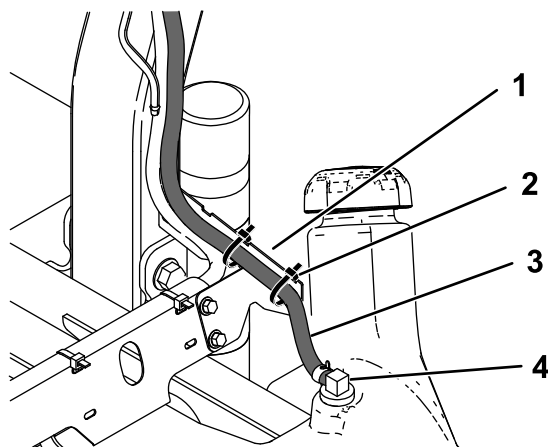
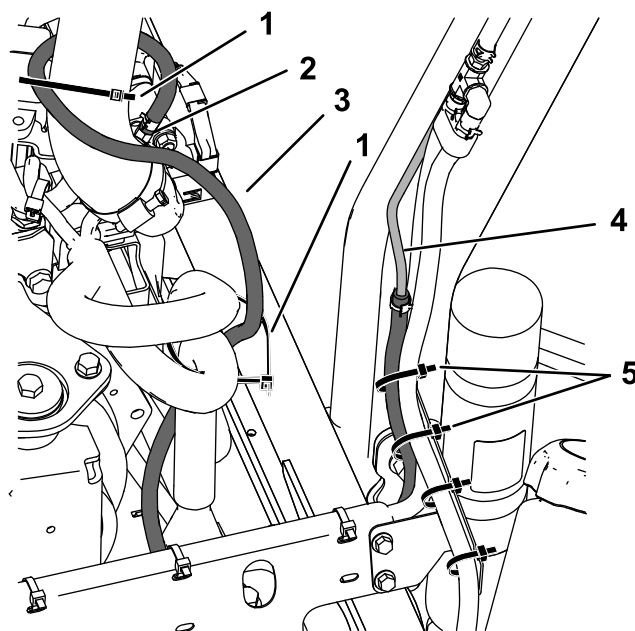

Figure 11
Figure 12
9. Branchez le flexible gauche (1/4 x 19 po) au raccord près du goulot de remplissage à l'aide d'un collier (1/2 po), comme montré à la Figure 11.
12. Attachez le flexible au petit support avec 2 serre-câbles (Figure 11).
13. Branchez le flexible arrière (3/16 x 53 po) au conduit d'évent de carburant à l'aide d'un collier (1/2 po), comme montré à la Figure 12.
14. Faites descendre le flexible le long de l'arceau de sécurité, puis faites-le remonter jusqu'à l'orifice du collecteur du moteur. Branchez-le à l'orifice à l'aide d'un collier (13/16 po), comme montré à la Figure 12.
15. Attachez le flexible aux flexibles du moteur avec 2 serre-câbles (Figure 12).
16. Attachez les 3 flexibles au petit support avec 2 serre-câbles (Figure 12).
3. Placez le siège sur le réservoir de carburant de manière que les supports du siège se trouvent entre les supports du kit et le réservoir de carburant (Figure 11 et Figure 12). Branchez le faisceau de câblage au siège.